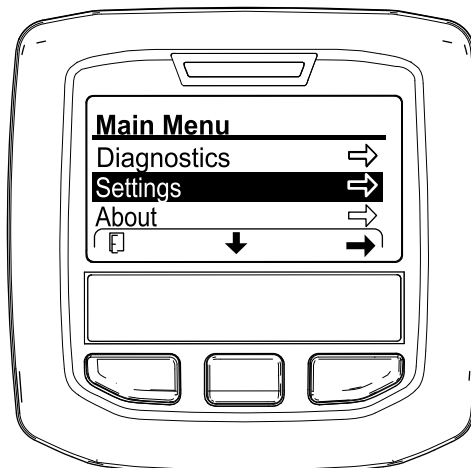

Рисунок 122
2. В инфо-центре перейдите в MAIN MENU (ГЛАВНОЕ МЕНЮ) (Рисунок 122).